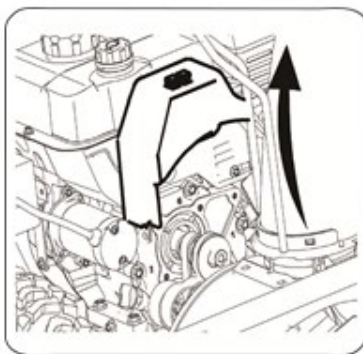

Bild 27
1. Ta bort remskyddet på motorns framsida genom att lossa de två självgående skruvarna. Se bild 27. OBS: Tappa ur bensinen från snöslungan.